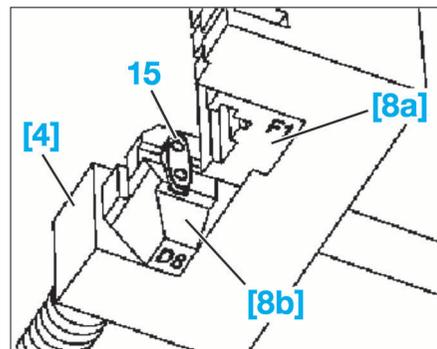

FIG. 32
- Placer l'enclume de montage [8a] (marquée F1) et [8b] (marquée D8) sur l'outil de rivetage [4] (Fig.32).